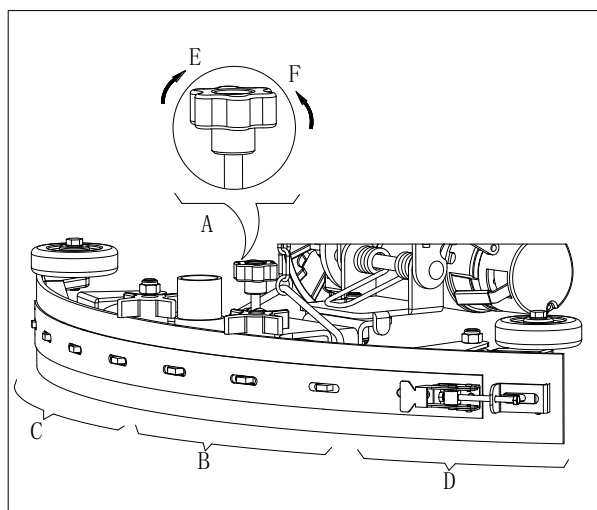

Figura 7
1. Installare il tergi-pavimento (13) e fissare la manopola del tergi-pavimento (20), quindi collegare il tubo di aspirazione (19) al tergi-pavimento.
2. Regolare il tergi-pavimento mediante la manopola di regolazione del tergi-pavimento (A, Figura 7).
- a) Se c'è uno spazio vuoto tra il suolo e la sezione intermedia della lama del tergi-pavimento posteriore (B), regolare il pomello (A) in senso antiorario (F) finché ogni sezione della lama del tergi-pavimento aderisca perfettamente al suolo, e la lama frontale tocchi il suolo leggermente.
- b) Se c'è uno spazio vuoto tra il suolo e entrambe le estremità della lama posteriore (C e D), regolare il pomello (A) in senso orario (E) finché tutte le sezioni della lama siano bene a contatto con il suolo e la lama frontale tocchi il suolo leggermente.